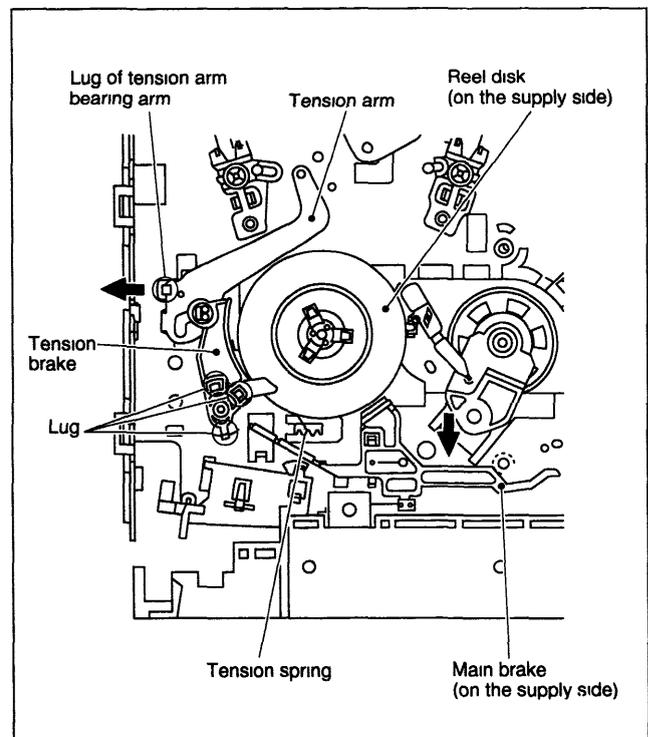

Fig. 2-2-34
- (1) Remova as três travas (lug) do freio no chassis e remova-o.
- (2) Remova o carretel (no lado supply) soltando o freio na direção indicada pela seta (no lado supply)
- (3) Remova o mola tensora (tension spring) no lado inferior do chassis e remova as travas do braço tensor removendo-o (Veja Fig 2-2-34)